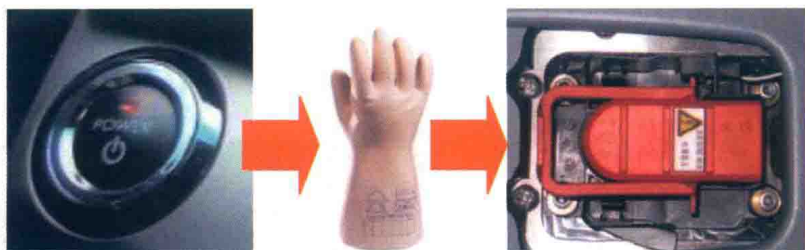

图 1-6 高压系统维修安全操作步骤
⑬ 新能源汽车高压系统维修安全操作步骤如下（见图 1-6）。